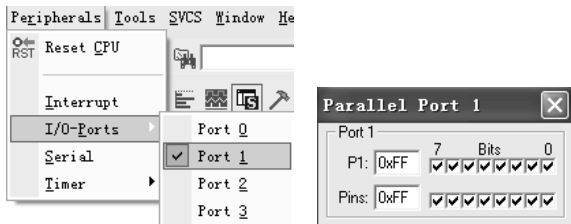

图 4-18 弹出 P1 口
(2) 单击菜单“Peripherals”→“I/O-Ports”→“Port 1”,此时,弹出P1口,如图4-18所示。